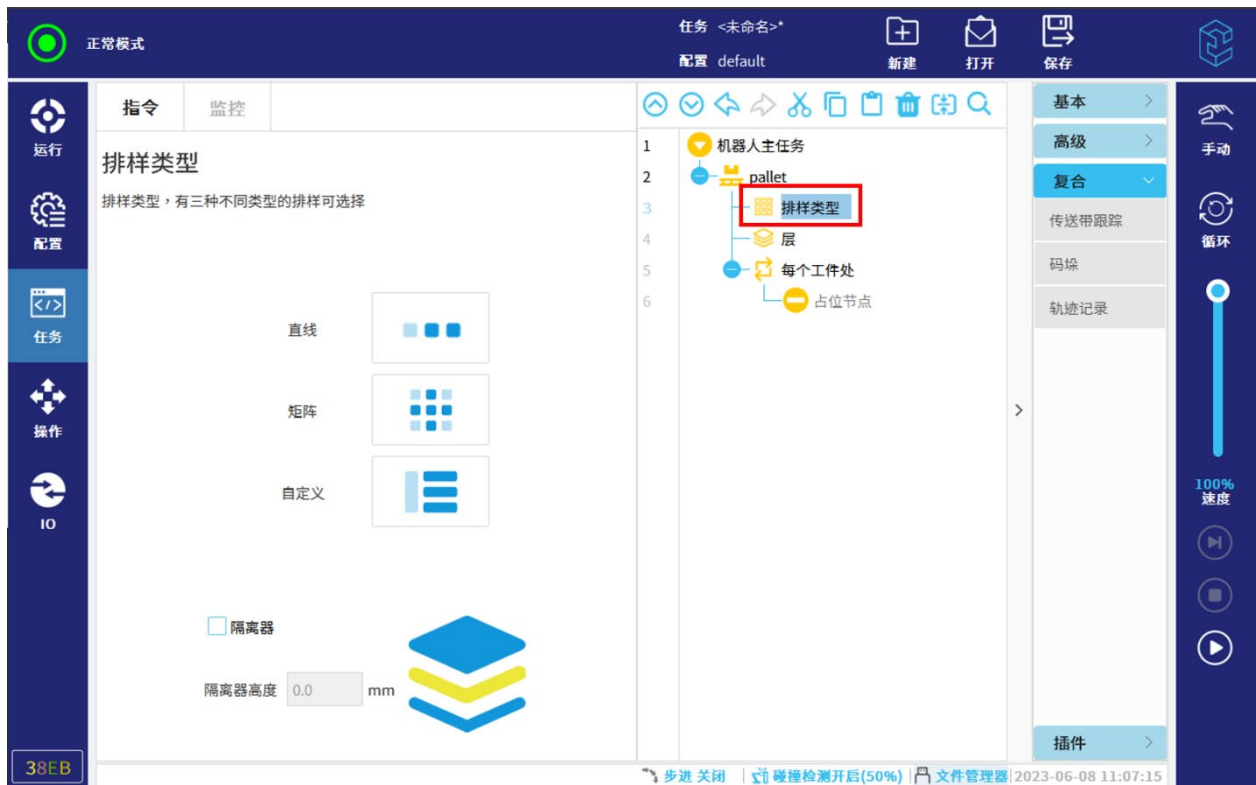

图 12-32 设置排样类型
3. 点击任务树中的“排样类型”节点，用户可设置为“直线”、“矩阵”或“自定义”，如图 12-32 所示。